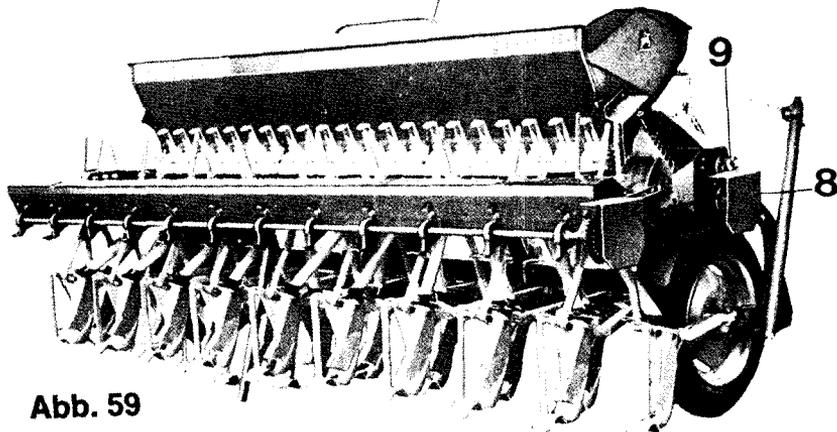

Abb. 59
7. Kettenschutz (Abb. 59/8) auf den durchstehenden Schraubenenden mit Muttern und Flügelmuttern (Abb. 59/9) befestigen.